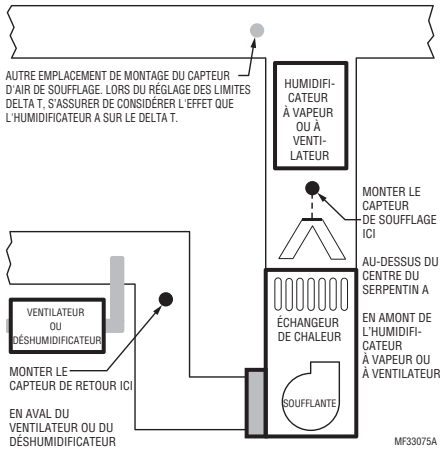

Fig. 2.
2. Si possible, monter le capteur de température d'air de soufflage en amont d'un humidificateur à vapeur, d'un humidificateur à ventilateur ou d'un déshumidificateur relié à l'alimentation. Voir les Fig. 2 à 3.
3. Si l'espace ne permet pas d'installer un capteur de température d'air de soufflage en amont d'un humidificateur à vapeur ou d'un humidificateur à ventilateur, monter le capteur de température d'air de soufflage en aval de l'humidificateur. Voir la Fig. 2. Lors du réglage des limites Delta T (voir « Réglage des limites Delta T » à la page 11), s'assurer de considérer l'effet que l'humidificateur a sur le Delta T.